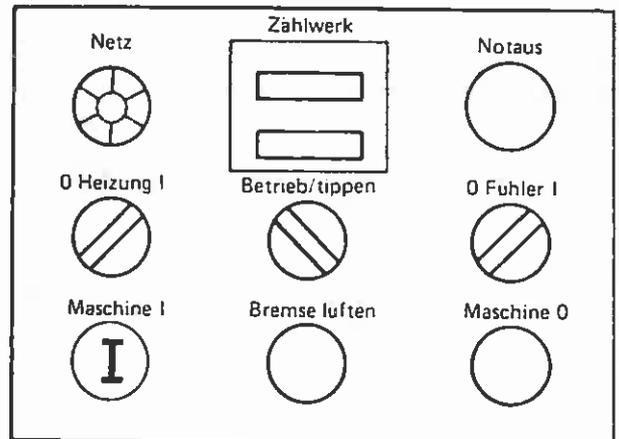

Bild 100
16. Maschine durch Betätigung des Tasters „Maschine I“ einschalten (Bild 100).